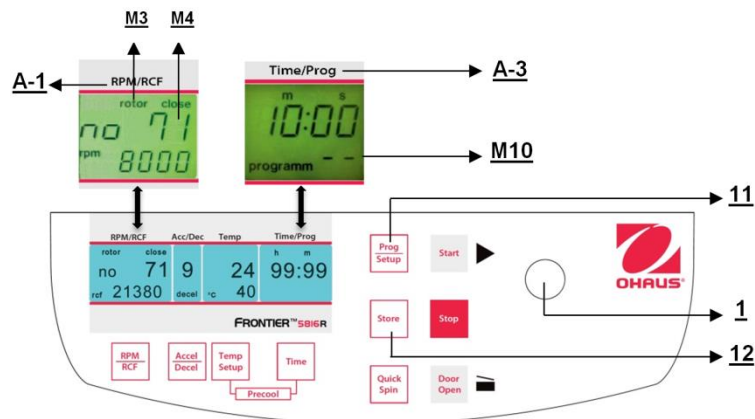

Figure. 25
Pour rappeler des programmes mémorisés, appuyer sur la touche **"Prog/Setup"** (11) (voir la figure 25) alors que le couvercle est déjà fermé. Sur l'affichage **"Time/Prog"** (A-3), le mot **"programm -"** (M10) apparaît. Le numéro de programme désiré peut être présélectionné avec le bouton de réglage (1).
Pour quitter le mode de programmation, appuyer simplement sur la touche **"Prog/Setup"** (11) (voir la figure 25). Sur l'affichage **"Time/Prog"**, le mot **"programm"** apparaîtra.